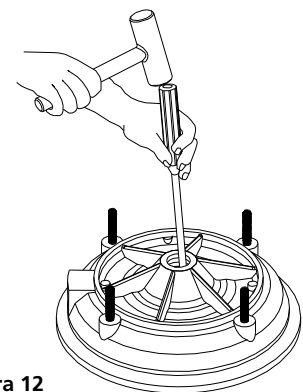

Figura 12
4. Coloque la bomba frente a medio cuerpo hacia abajo sobre una superficie plana y toque a la mitad fija del sello (ver figura 12).